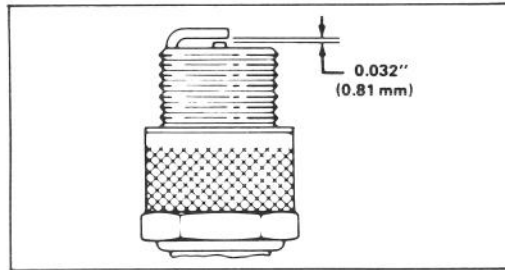

Figure 13
3. Réglez l'écartement des électrodes à 0.032" (0.81 mm) (Fig. 13). Installez la bougie réglée avec son joint. Serrez-la à 15 ft-lb. (20.4 N-m).